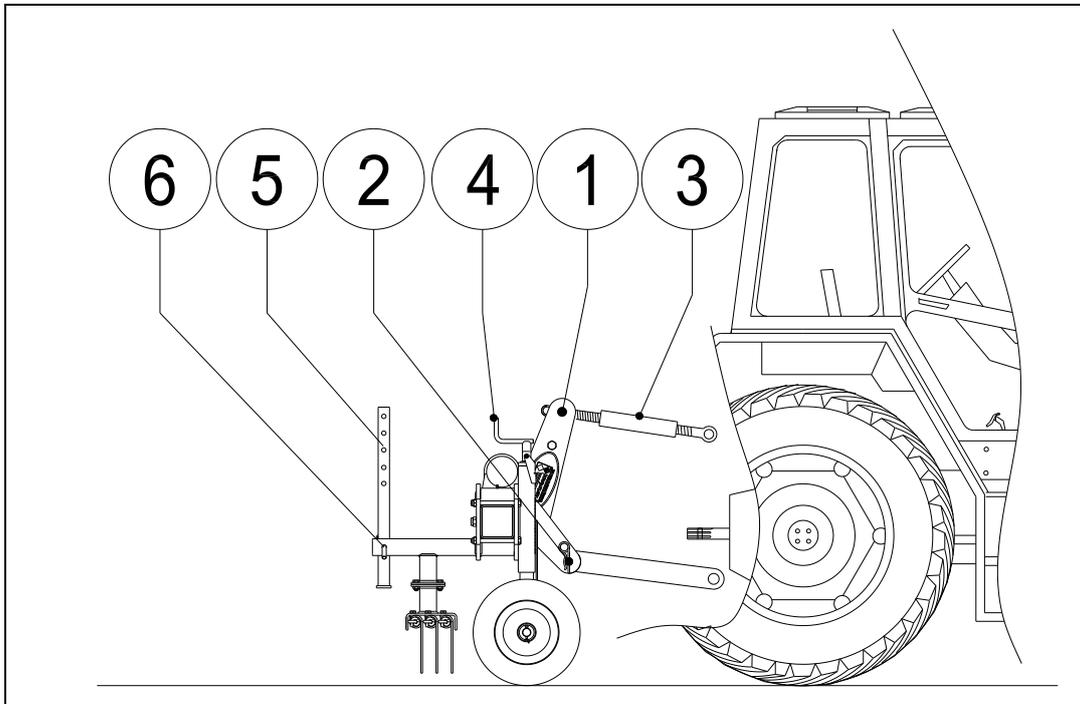

Fig. 8
El método es el siguiente: (Fig 8.)
La profundidad de trabajo se puede regular ajustando las ruedas y girando los husillos 4 (Fig. 8) en la parte delantera de la máquina.
3. Atornille la barra superior 3 hasta que la máquina esté perpendicular con respecto al suelo. (ver Fig. 8)